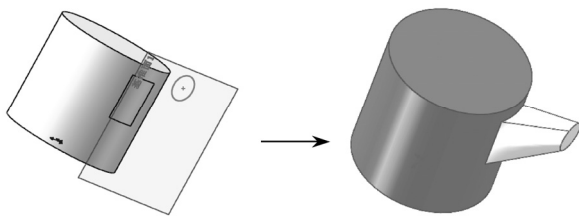

图 5-74 分割线放样效果
要生成一个与空间曲面无缝连接的放样特征，就必须要用到分割线放样。分割线放样可以将放样中的空间轮廓转换为平面轮廓，从而使放样特征进一步扩展到空间模型的曲面上。图 5-74 所示为分割线放样效果。
- 6) 放样属性设置完毕，单击  (确定) 按钮，完成放样，效果如图 5-74 图所示。